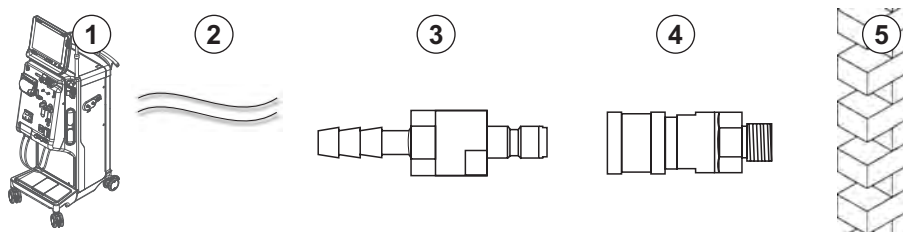

Рис. 4-6 Муфты Aquaboss для выхода диализата
- 1 закрывающий ниппель с внешней резьбой (Рис. 4-6, ③), материал 1.4571 EPDM
- 1 муфта с внутренней резьбой (④), внутренний диаметр гибкого шланга 9 мм, материал 1.4571 EPDM
1. Подсоедините шланг ② к аппарату и закрепите его с помощью зажима или одинарного ушного хомута.
2. Соедините закрывающий ниппель с внешней резьбой ③ со шлангом и закрепите зажимом или одинарным ушным хомутом.
3. Соедините закрывающий ниппель с внешней резьбой ③ с муфтой с внутренней резьбой ④, которая закреплена на стене.